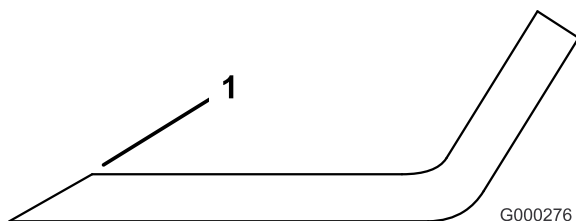

図 80
1. ブレードは、左右の刃先をやすりで磨く（図 80）。刃先の角度を変えないように注意すること。左右を同じだけ削るようにすればバランスが狂わない。